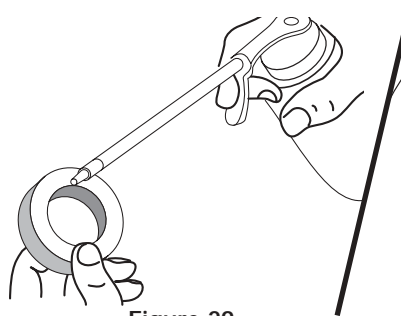

Figure 29
4. Aplique suficiente aceite limpio SAE 30 para recubrir ligeramente el filtro (Fig. 29).